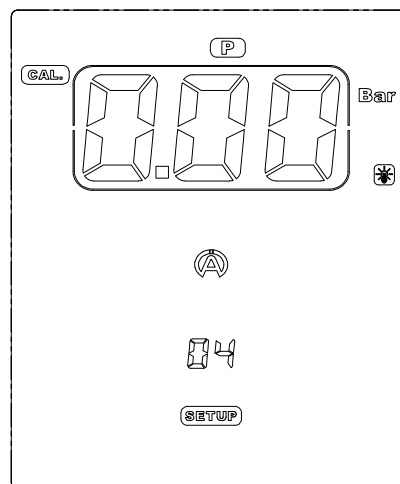

Figura 18
- 2) Pressione o botão central **Ok** para calibrar o captor de pressão e abandonar o menu (figura 18).